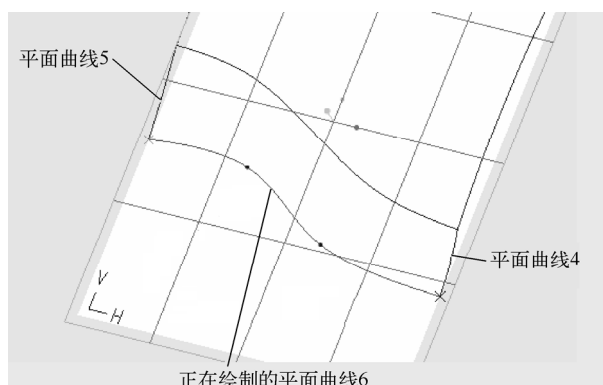

图 7-127 绘制平面曲线 6
- 9) 按住〈Shift〉键并捕捉到平面曲线 4 的端点, 接着松开〈Shift〉键并选择两个点作为内部点, 然后按住〈Shift〉键捕捉平面曲线 5 的端点, 如图 7-127 所示。